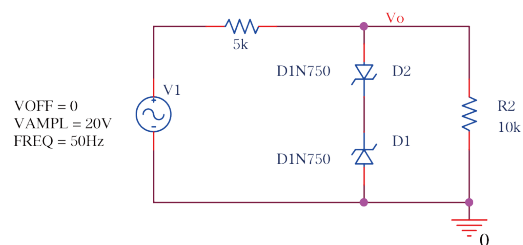

图 2: 稳压二极管
(1) 在 OrCAD 软件中按照图 2 连接好电路。
(2) 根据电路电源的参数以及实验要求选择合适的仿真模式与参数。具体见下图。